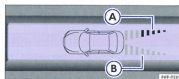

Fig. 114 Affichage sur l'écran de l'OPS : (A) obstacle repéré dans le segment, (B) Zone balayée à l'arrière du véhicule.
La zone, dans laquelle sont repérés les obstacles à l'arrière du véhicule s'étend à une distance d'environ 160 cm et 60 cm vers les côtés ⇒ fig. 113 (C) et ⇒ fig. 114 (B).
Le graphique qui s'affiche représente les zones surveillées dans plusieurs segments. Plus le véhicule se rapproche d'un obstacle, plus le segment s'approche du véhicule représenté ⇒ fig. 113 (A) et ⇒ fig. 114 (A). La zone de collision est atteinte au plus tard lorsque l'avant-dernier segment apparaît. Arrêtez de rouler !